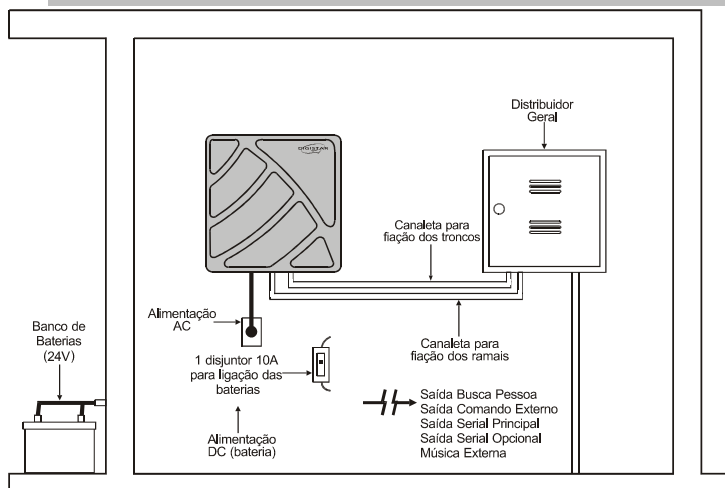

Figura 5 - Vista geral da fiação.
- ▶ A fiação para instalação de troncos e ramais deve ser levada através de canaleta plástica até a primeira caixa da tubulação. Caso não exista tubulação, instale toda a fiação através de canaletas plásticas (Figura 5).